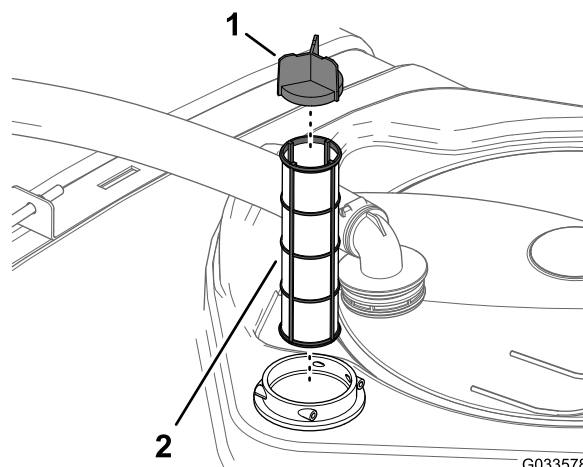

**Figura 104**
2. Na parte superior do depósito do pulverizador, retire a fixação que prende a união da mangueira unida à tubagem grande da estrutura do filtro (Figura 104).
3. Retire a tubagem e a união da tubagem da estrutura do filtro (Figura 104).